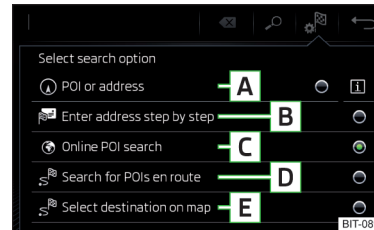

Abb. 162
Funktionsflächen » Abb. 162
- Anschließend die Funktionsfläche eines der Menüpunkte für die Zielsuche **A**, **C** oder **D** antippen » Abb. 162 auf Seite 148.
- › Anschließend die Funktionsfläche  → **E** » Abb. 162 auf Seite 148 antippen.